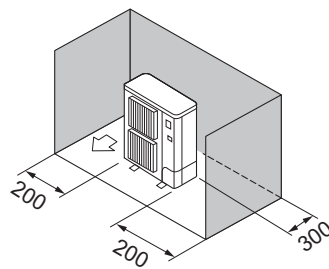

Fig. 3-7
- ③ Obstáculos sólo en la parte trasera y los laterales (Fig. 3-7)